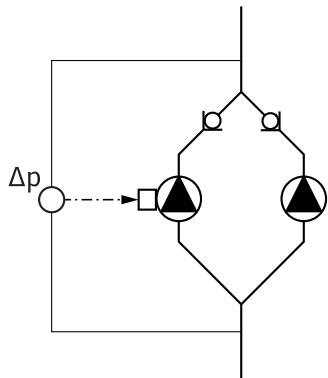

Fig. 13: Eksempel, tilkobling differensialtrykktransmitter
- I eksempelet i fig. 13 er masterpumpen den venstre pumpen i strømningssretningen. Koble differensialtrykktransmitteren til denne pumpen. Målepunktene til differensialtrykktransmitteren på masterpumpen må – i respektivt samlerør – ligge på suge- og trykksiden til dobbelpumpanlegget (fig. 13).